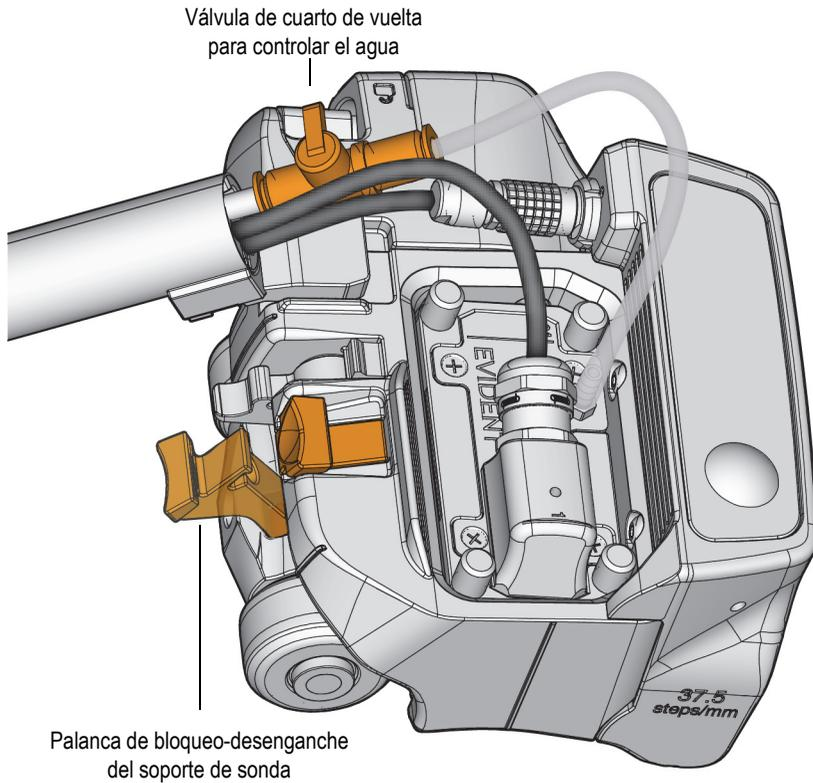

Figura 4-3 Válvula de cuarto de vuelta para controlar el agua y palanca de bloqueo-desenganche
3. Abra la válvula de cuarto de vuelta para controlar el agua (ver Figura 4-3 en la página 64).